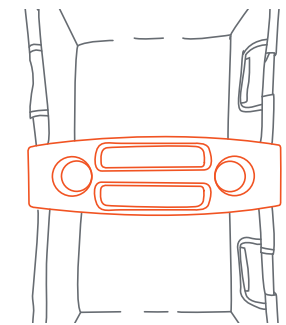

Fig. 6a
6) • **To install the child tray:** Line up the child tray with the middle of the wagon frame. Push the child tray down until it clicks into place (Fig. 6a). Check to make sure the child tray is secure before using.
• **Para instalar la bandeja para niños:** Alinee la bandeja para niños con el centro del marco del vagón. Empuje la bandeja para niños hacia abajo hasta que encaje en su lugar (Fig. 6a). Verifique que la bandeja para niños esté segura antes de usarla.